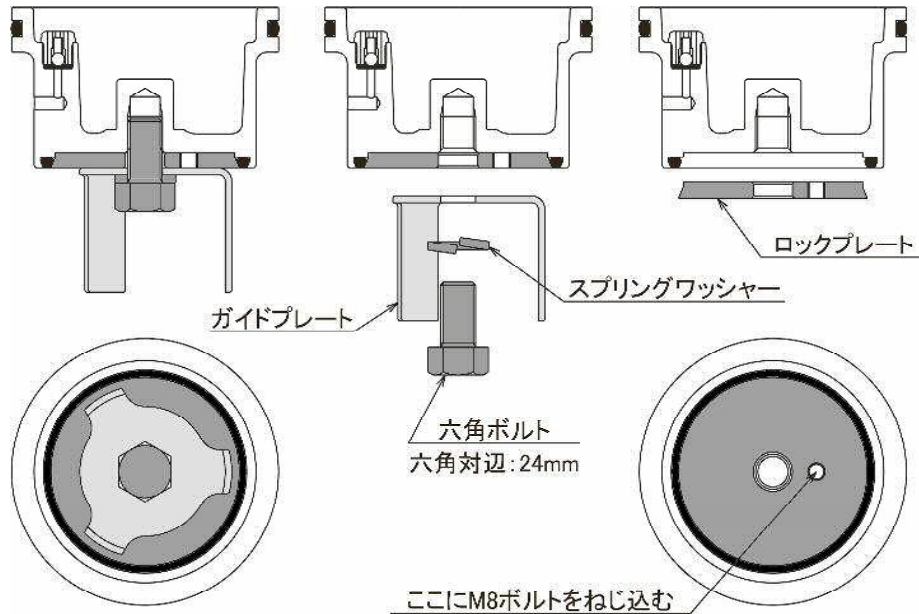
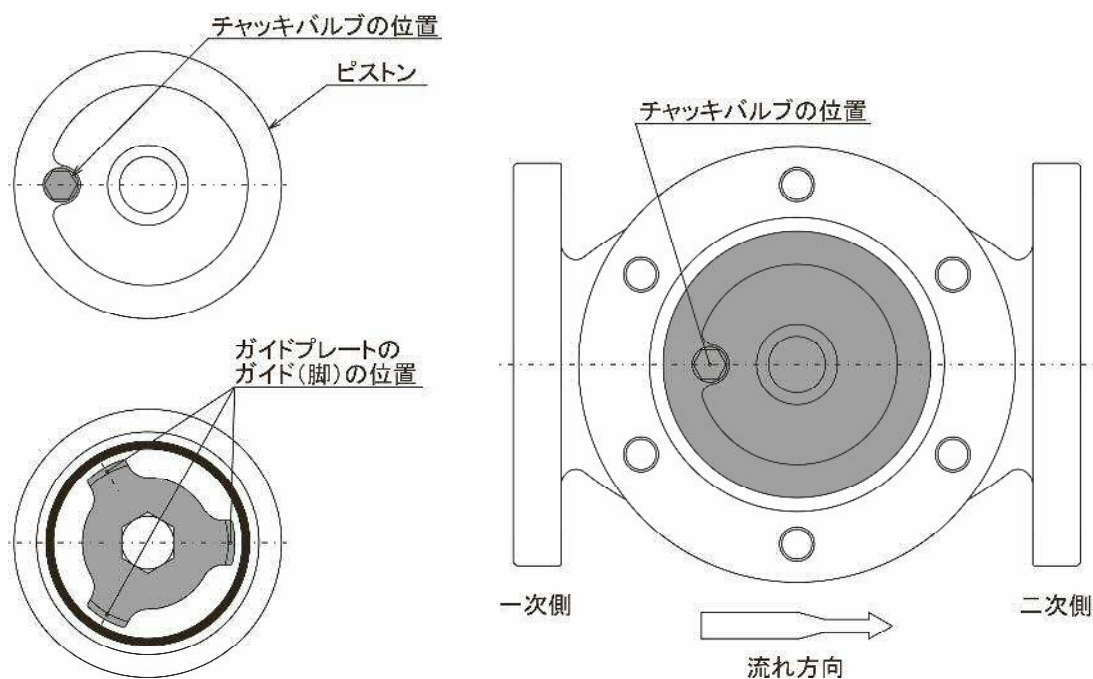

図11
図13
- ・ガイドプレートは、下図11のように、ガイド(脚)がチャッキバルブ側に位置しないよう組立ててください。(ガイドの位置を12ページの図13のようにするため)
- ・ピストンをライナー内に挿入してください。ピストンはチャッキバルブのある位置(及びガイドプレートガイドの位置)が、下図13のようになるよう組み込んでください。